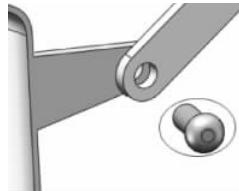

图 3-25 插入销钉
(7) 插入零件【销钉】，放置到连杆和缸体连接的通孔附近, 如图 3-25 所示。